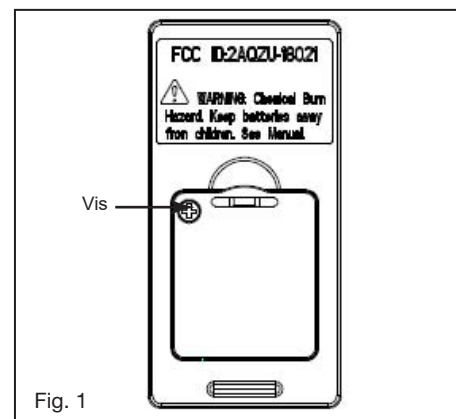

Fig. 1
- 1 Retirez l'une des trois vis du moyeu de fixation situé sur le moteur du ventilateur. (Fig. 1)
- 2 Tout en gardant l'ensemble DEL sous le ventilateur, effectuez les connexions polarisées : (Fig. 1)
- REMARQUE : Si vous ne prévoyez pas d'installer le kit d'éclairage DEL avec votre ventilateur pour le moment, ne branchez pas les fils. Insérez soigneusement les connexions dans le module DEL, puis fixez ce dernier au support à l'aide des 3 vis fournies. (Fig. 1)
- 3 Soulevez le couvercle du kit d'éclairage contre le module DEL et tournez-le dans le sens des aiguilles d'une montre jusqu'à ce qu'il soit bien en place. NE SERREZ PAS TROP. (Fig. 1)
- 1 Sélectionnez un emplacement souhaité. Utilisez la plaque murale pour marquer l'emplacement des trous de montage. Des chevilles murales en plastique ou des vis de montage sont nécessaires pour cette application. (Fig. 1)
Retirez le panneau de l'émetteur, puis installez une pile 2032 (incluse). Vous devez utiliser un tournevis pour ouvrir ou fermer le couvercle de la batterie. Pour éviter d'endommager l'émetteur, retirez la batterie si vous ne l'utilisez pas pendant de longues périodes (Fig. 1)